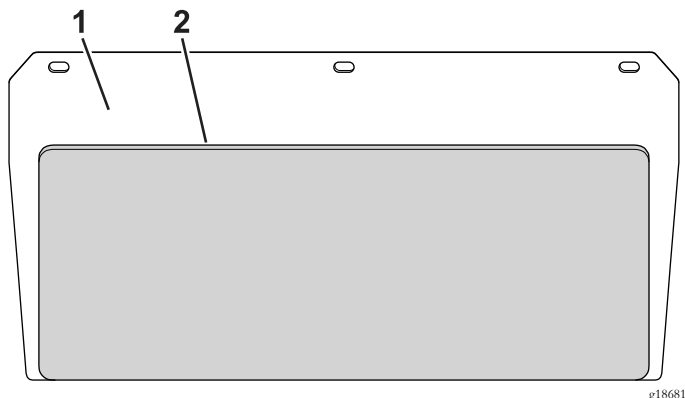

Figure 9
4. Retirez la pellicule protectrice et appliquez la protection arrière en la centrant sur le côté moteur du panneau arrière (Figure 9).